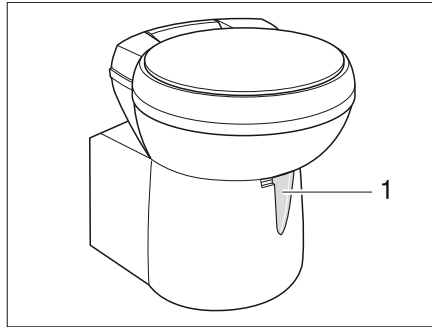

Bild 361 Thetford-toalettskål, svängbar
- Öppna spjället på Thetford-toaletten före spolning. Skjut för detta spjällspaken (Bild 361,1) moturs.